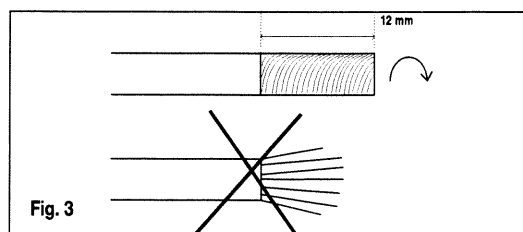

Fig. 3
- Con la chiave fornita svitare gli ugelli situati sul fondo di ogni vaso e toglierli dal loro alloggiamento (**fig.3**).
- Arrotolare accuratamente il trefolo (fig. 3).